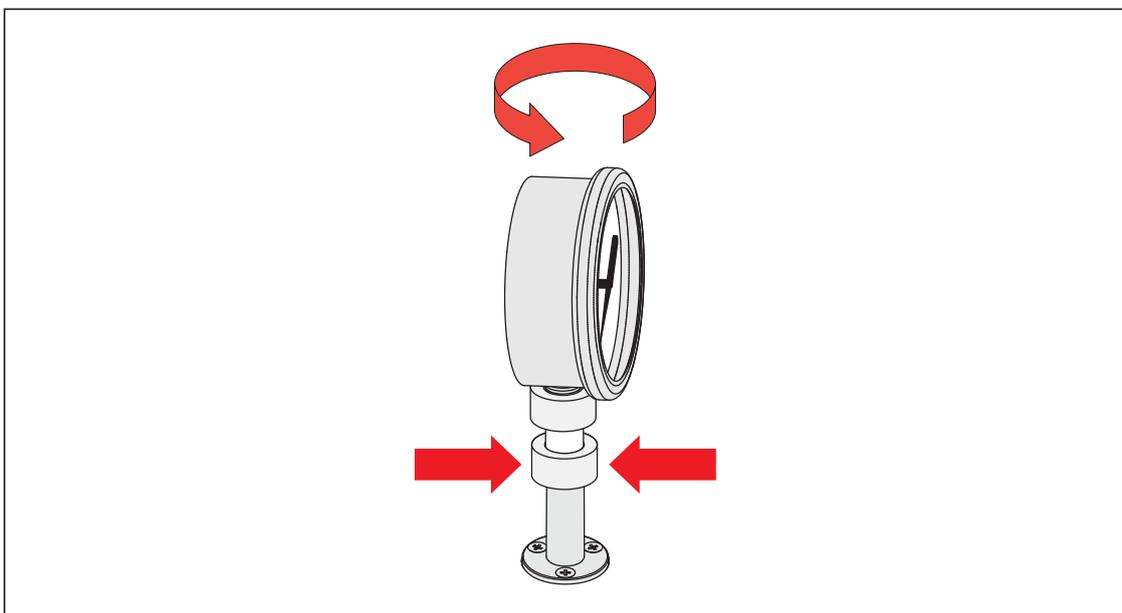

図 8. 圧力計の固定位置調整
- 前を向くように位置を調整するには、圧力アダプタを持って装置を反時計-回りに回して、前を向くように回します。図 8 を参照してください。